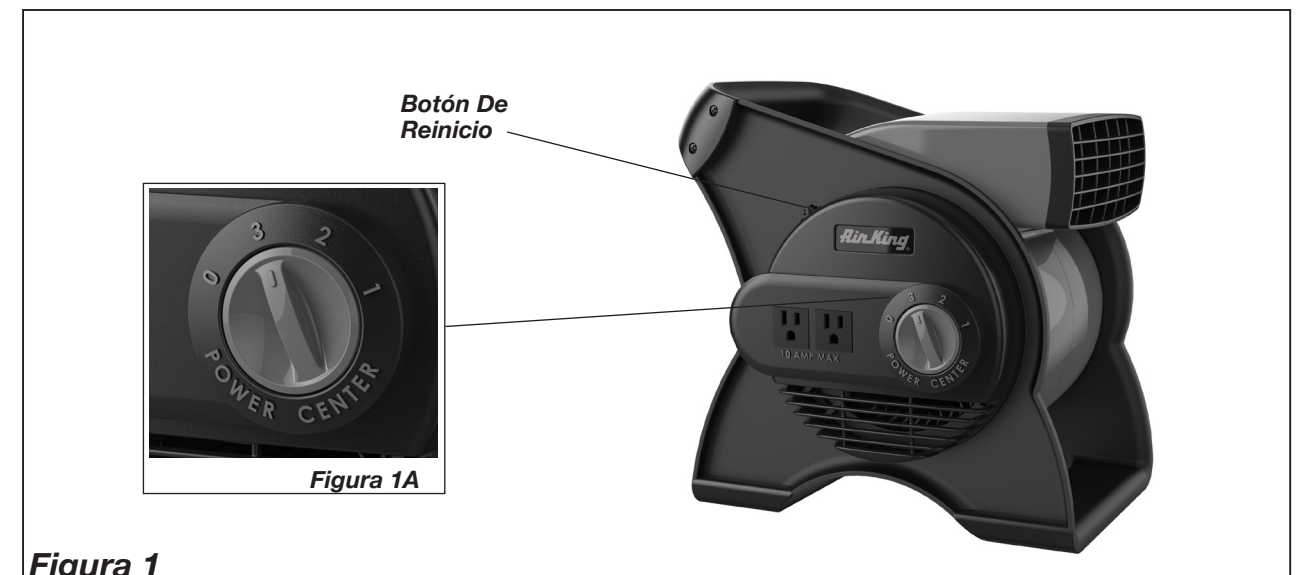

Figura 1
5. Para ajustar el ángulo vertical, mueva el cuerpo del Ventilador hacia delante o hacia atrás hasta la posición deseada. (**Figura 1**)
6. Para APAGAR el ventilador, gire la **Perilla de Encendido** a la posición APAGADO (0) y desconecte la unidad del tomacorrientes eléctrico.